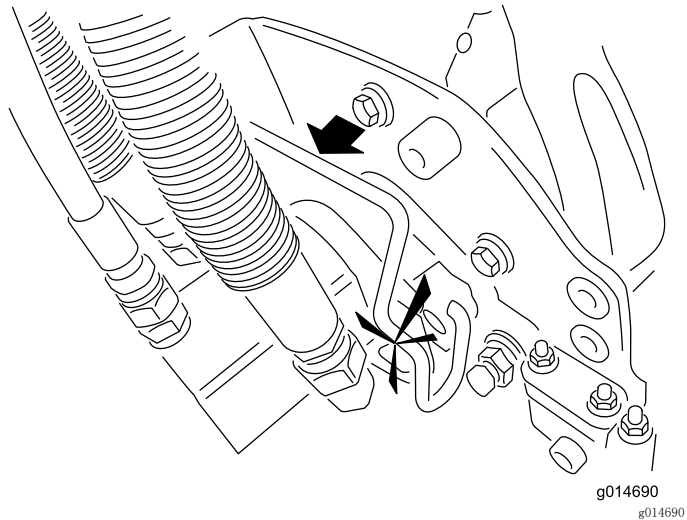

图34
5. 在滚刀组马达的花键轴上涂抹干净的润滑脂（图34）。
6. 将马达插入滚刀组左侧（从操作员的位置看），并将滚刀组上的马达固定架拉向马达，直到听见马达两侧发出“咔哒”的声音（图34）。